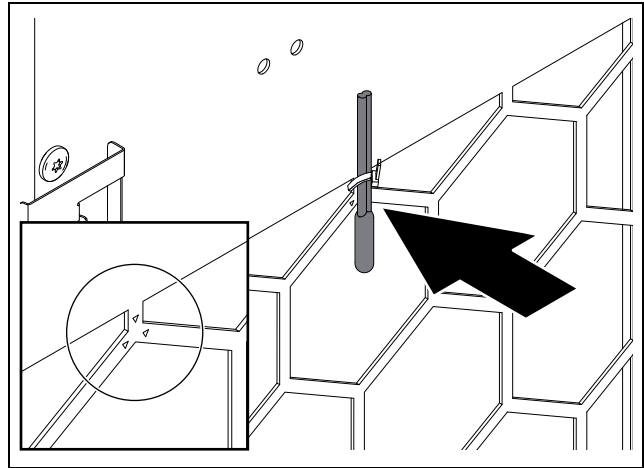

Fig. 52 : sonde de température devant la sortie d'air froid (exemple de représentation)
- À l'aide d'un collier de câblage; fixer la sonde de température au repère devant la sortie d'air froid du climatiseur (fig. 52).